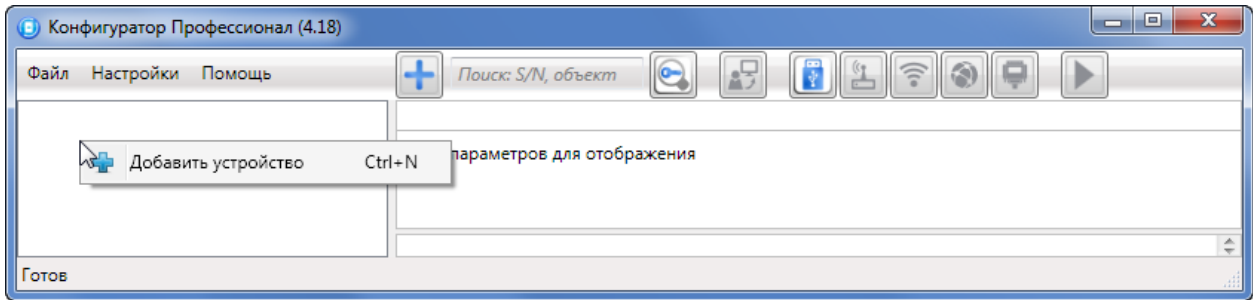

Рис. 4.10. Регистрация контроллера вручную
1. Щелкните правой кнопкой мыши по свободному месту в области дерева устройств программы *Конфигуратор Профессионал* и в появившемся меню выберите *Добавить устройство* (Рис. 4.10);